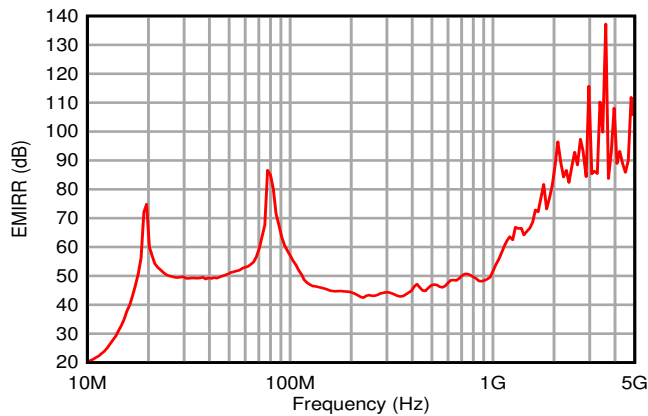

图 8-2. EMIRR 测试
OPAx182 通过集成电磁干扰 (EMI) 滤波降低无线通信设备、混合使用模拟信号链和数字元件的高密度电路板等干扰源产生的 EMI 效应。利用电路设计技术可以提高 EMI 抗扰度；OPAx182 从这些设计改进中受益。德州仪器 (TI) 已经开发出在 10MHz 至 6GHz 宽频谱范围内准确测量和量化运算放大器抗扰度的功能。图 8-2 显示了对 OPAx182 执行此测试的结果。表 8-1 列出了 OPAx182 在实际应用中常见特定频率下的 EMIRR IN+ 值。表 8-1 列出的应用可在下图给出的特定频率或其近似频率下运行。有关详细信息也可参阅 运算放大器的 EMI 抑制比应用报告，可从 www.ti.com 下载此报告。
OPAx182 的 EMIRR +IN 与频率间的关系图如图 8-2 所示。任何双路和四路运算放大器器件版本 (如果可用) 具有几乎相似的 EMIRR +IN 性能。OPAx182 增益带宽为 5MHz。低于该频率的 EMIRR 性能表示存在位于运算放大器带宽内的干扰信号。